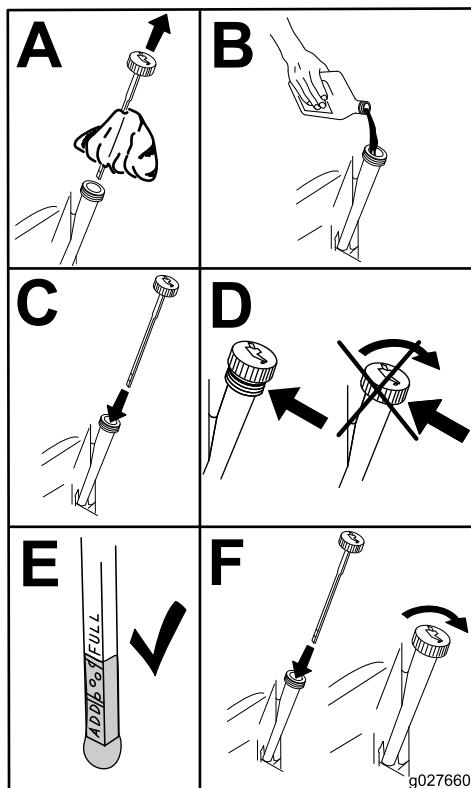

Figure 40
4. Vidangez l'huile moteur, comme montré à la Figure 40.